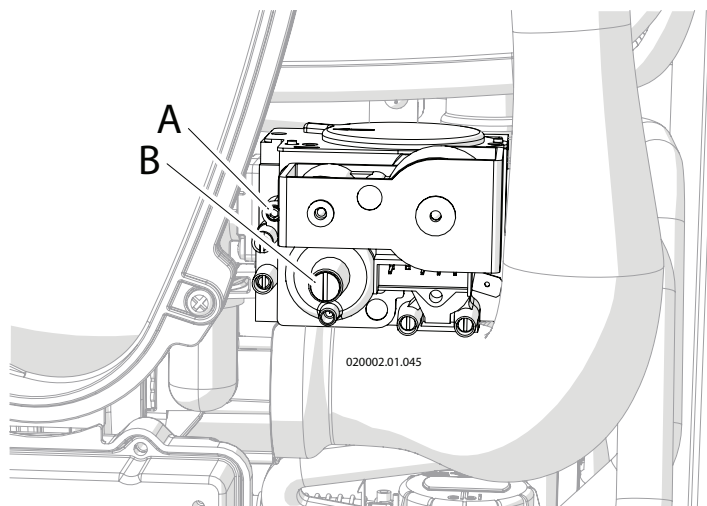

Figura 6-12 - Etichette attestanti il nuovo stato di regolazione dell'apparecchio
- Ruotare in senso orario la vite "A" (Figura 6-12) per diminuire il tenore di CO₂;
- Ruotare in senso antiorario la vite "A" (Figura 6-12) per aumentare il tenore di CO₂;
- 10.-una volta terminato il controllo sigillare con vernice rossa o sistema equivalente la vite "A" (Figura 6-12);
- Ruotare in senso antiorario la vite "B" (Figura 6-12) per diminuire il tenore di CO₂;
- Ruotare in senso orario la vite "B" (Figura 6-12) per aumentare il tenore di CO₂;
- 17.-una volta terminato il controllo, sigillare con vernice rossa o sistema equivalente la vite "B" (Figura 6-12);